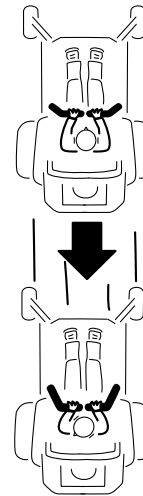

Figura 15
2. Para ir hacia atrás, mire hacia atrás y hacia abajo, y tire hacia atrás lentamente de las palancas de control de movimiento (Figura 15).
Para ir recto, aplique la misma presión a ambas palancas de control de movimiento (Figura 15).